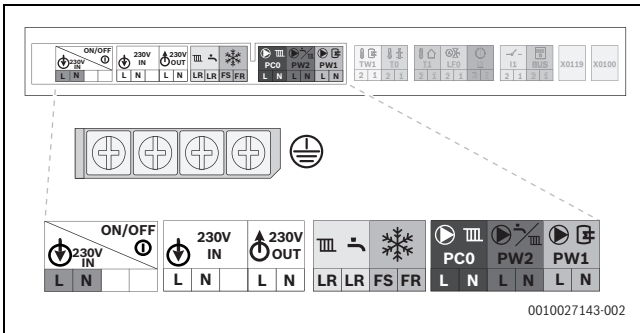
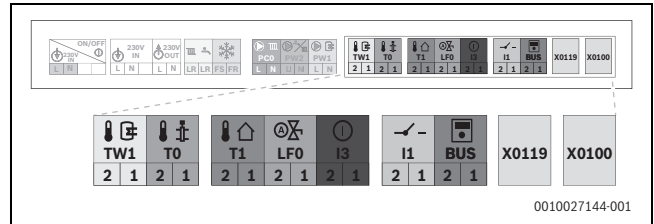

Bild 150 Netzspannungsbereich: Klemmleiste
Bild 151 Niederspannungsbereich: Klemmleiste
- ▶ Kabel an der Klemmleiste für externes Zubehör anschließen (→ Bild 150 und Bild 151).